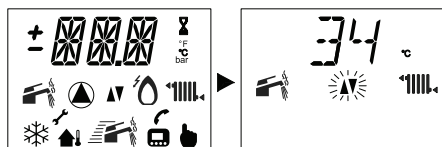

Рисунок 5.28
- Включите электропитание котла: на ЖК-дисплее последовательно отобразятся следующие символы.Рис. 5.28